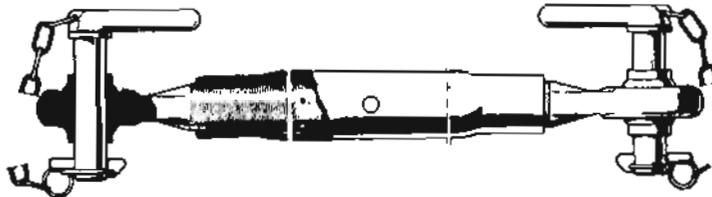

Fig. 3
*Brazo superior.* Compuesto de tres partes roscadas. El tubo central en un extremo tiene rosca izquierda y en el otro derecha, lo que permite acercar las partes o extender el brazo y así nivelar el apero longitudinalmente (fig. 3).